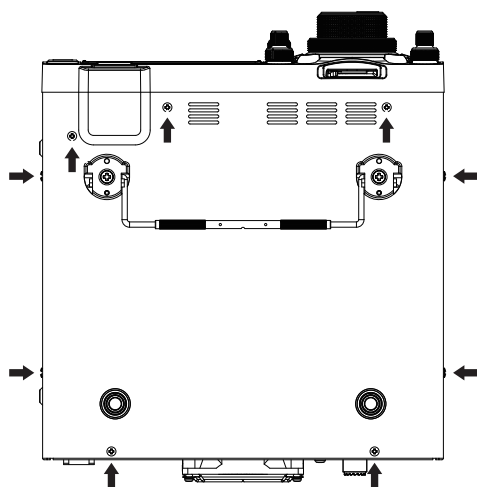

Figure 1
2. Consultez la Figure 1 et retirez les 9 vis qui fixent le boîtier inférieur, puis déposez le boîtier inférieur.